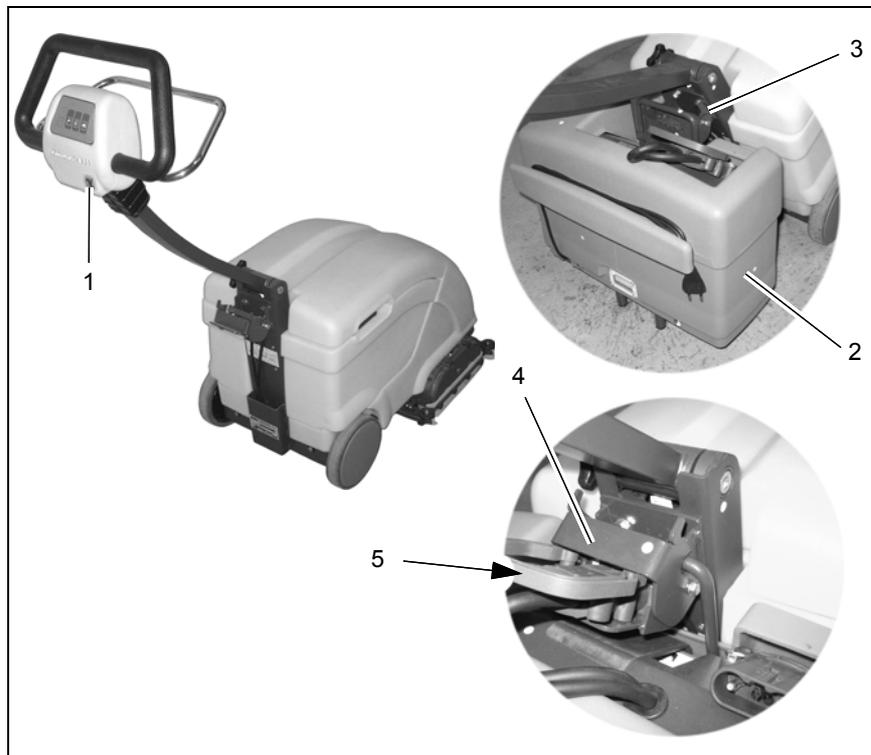

Fig.14
Recomendamos o carregamento imediato das baterias se o indicador (Fig. 14/6) da Scrubmaster B10 acender uma luz vermelha durante a utilização. As baterias são carregadas usando o carregador imbutido.
1. Desligue a Scrubmaster B10 usando o interruptor geral (Fig. 14/1).
2. Puxe a Scrubmaster B10 contra o kit de baterias (Fig. 14/2).
3. Incline o equipamento para trás, até que o kit de baterias possa ser instalado no suporte (Fig. 14/3).
5. Deslize o engate (Fig. 14/4) para trás. Ligue a ficha (Fig. 14/5) na tomada da Scrubmaster B10.